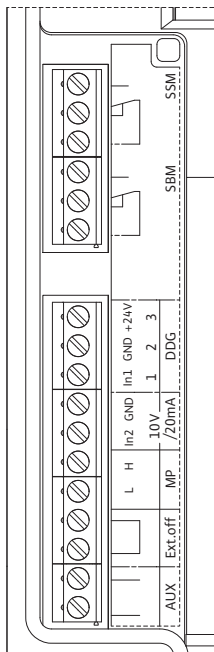

Fig. 30: Bornes de commande
- Bornes de commande (fig. 30)